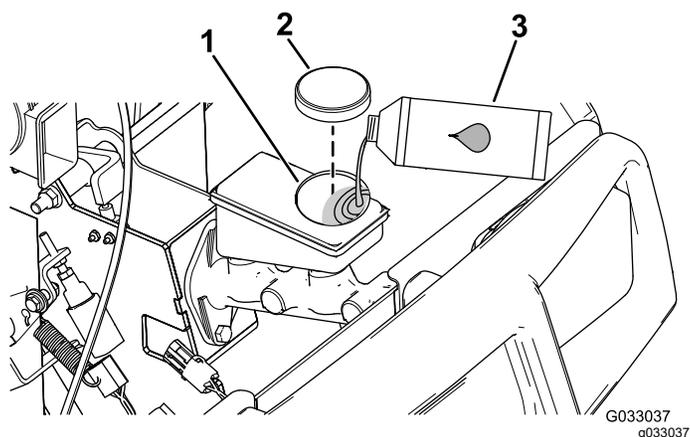

Рисунок 16
2. Поднимите капот, чтобы получить доступ к главному тормозному цилиндру и бачку (Рисунок 16).
- A. Очистите область вокруг крышки бачка и снимите крышку (Рисунок 16).
- C. Установите на место крышку бака (Рисунок 16).